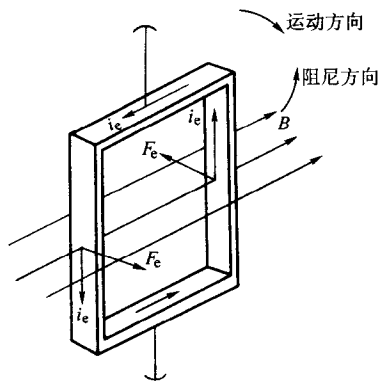

图 1-3 铝框产生阻尼力矩
3. 阻尼力矩的产生 为了防止表头指针在平衡位置上来回摆动多次才能停止的现象，表头中还要设立一个阻尼装置。在磁电系表头中，采用非磁性材料导体铝来做动圈的骨架，如图 1-3 所示。此铝质骨架除了可绕制线圈外还可产生阻尼力矩。它的原理如下：当动圈在转动力矩作用下旋转时，铝质框架在磁场中运动会产生一个感应电势